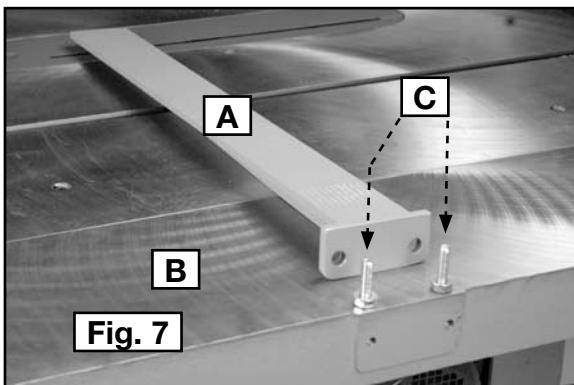

Fig. 7
Fije la abrazadera de soporte de la guía de corte longitudinal (A) Fig. 7 a la sierra (B) con dos pernos de cabeza hexagonal M8 x 35 mm (C) Fig. 7.